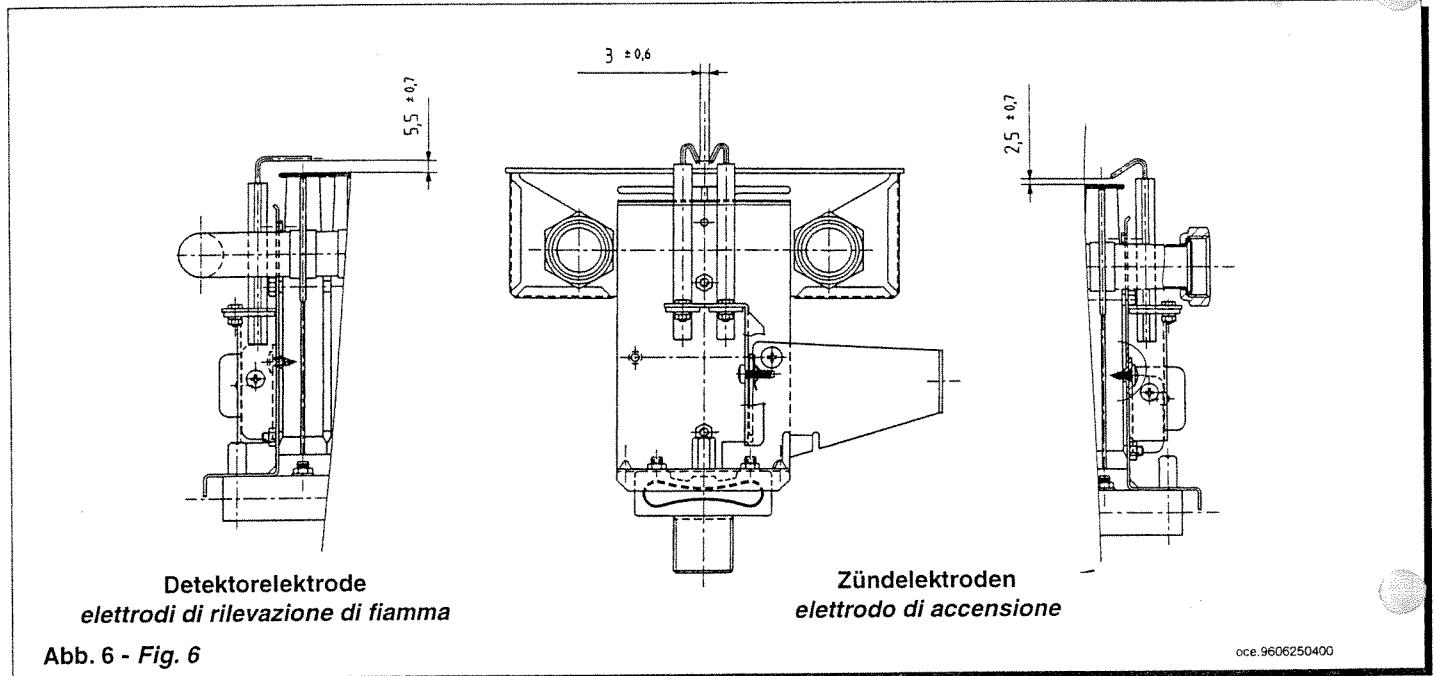

Abb. 6 - Fig. 6
Durch Drücken des Knopfs 10 (Abb. 5 auf Seite 19) ist es möglich, das Gerät vollkommen unabhängig von der Einstellung des Potentiometers (1), und des Raumthermostats 20 Minuten lang mit der am Potentiometer "MAX R" (Abb. 6 Seite 12) eingestellten Heizleistung auf Heizbetrieb funktionieren zu lassen.